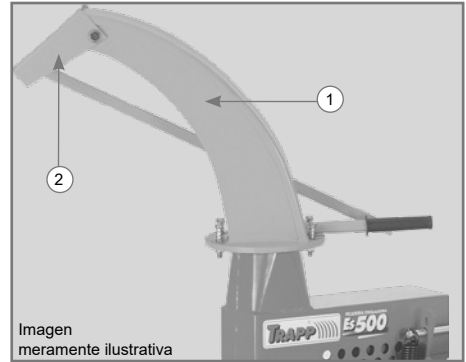

Figura 4
- ✓ Después de montar el pico (1), gírelo para evaluar el apriete. Ubique el pico (1) y el quiebra-chorro (2) en el sentido de trabajo deseado, como indica la Figura 4.